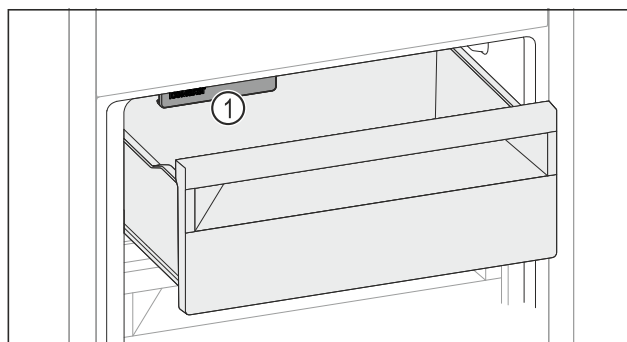

Fig. 182
- Vegye figyelembe az IceMaker-t Fig. 182 (1).